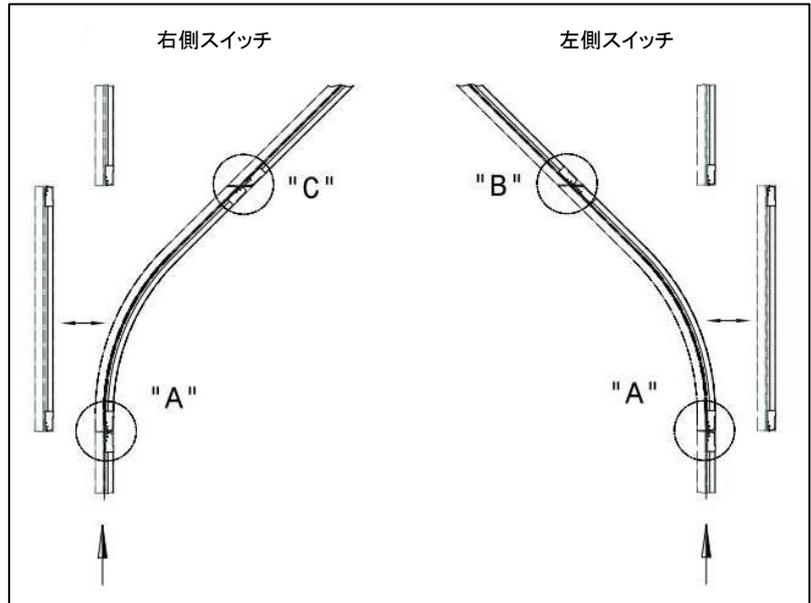

図 92:トランスファーガイドの配置
図 92 の"A"、"B"、"C"の詳細については「5.4.9.9 BFU10 付 US10、各相 (PH)・保護接地 (PE) 用、システム取付高さ 10.5mm」(35 ページ)～「5.4.9.12 BFU10 付 US10、特殊保護接地 (PE-VP) 用、システム取付高さ 16.5mm」(37 ページ)を参照してください。